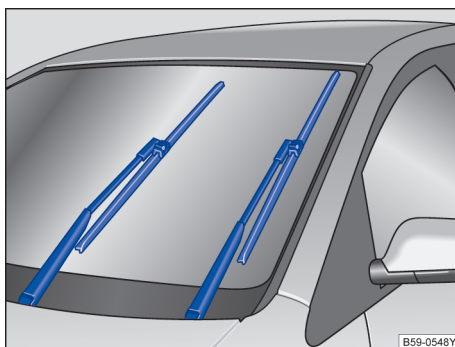

图 136 处于维护位置的刮水片
- 将风窗玻璃刮水器拨杆向下拨至点动刮水位置。使刮水器处于维护位置→图 136。